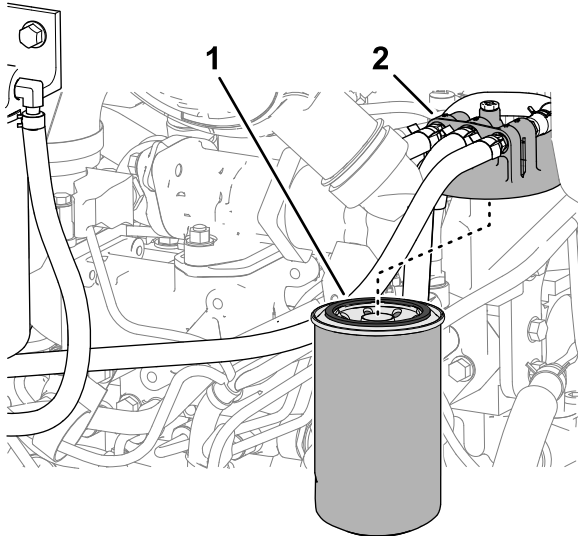

Bild 130
3. Reinigen Sie den Bereich um den Kraftstofffilterkopf (Bild 130).
4. Entfernen Sie den Filter und reinigen Sie die Befestigungsoberfläche des Filterkopfes (Bild 130).